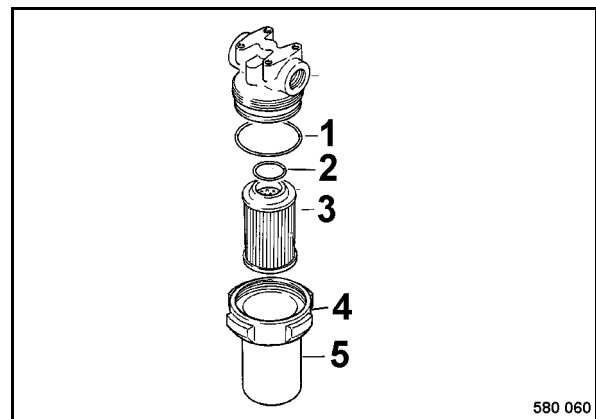

fig. 165
Dévisser l'écrou-raccord 4 (fig. 165) et retirer le pot du filtre (5) avec l'élément filtrant (3).